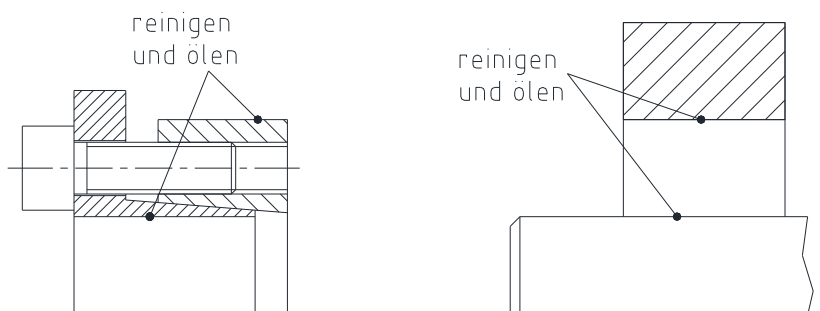

Bild 6: Reinigen und Ölen der Kontaktflächen (Beispiel: CLAMPEX® KTR 206)
- Die in Bild 6 gekennzeichneten Flächen des Spannsatzes sowie der Welle und Nabe reinigen und anschließend dünnflüssiges Öl leicht auftragen (z. B. Ballistol Universal Öl oder Klüber Quietsch-Ex).